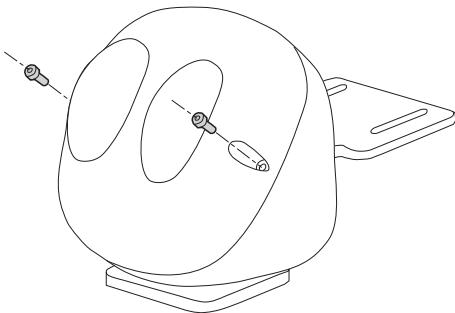

Рис. 1
Открутите винты и поднимите корпус (Рис. 1, страница 5).
Закройте поворотное устройство. Затяните винты с крутящим моментом 1,2Nm (Рис. 1, страница 5).
2. Открутите винты и поднимите корпус (Рис. 1, страница 5).
10. Закройте поворотное устройство. Затяните винты с крутящим моментом 1.2Nm (Рис. 1, страница 5).